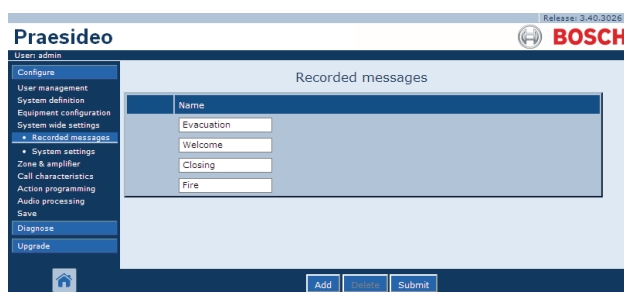

Abb. 44.5: Anmelden von Durchsagen, Schritt 4
- 4 Klicken Sie auf die Schaltfläche *OK*, um die aufgezeichnete Durchsage zur Liste der angemeldeten aufgezeichneten Durchsagen hinzuzufügen. Im Mainframe der webbasierten Benutzeroberfläche erscheint ein Bildschirm, der dem in Abb. 44.5 ähnelt.